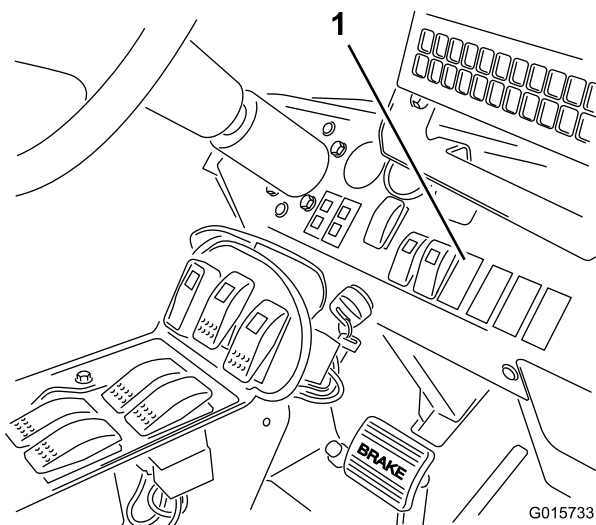

Рисунок 18
2. Удалите вилку из гнезда для установки выключателя на приборной панели, как показано на Рисунок 18.